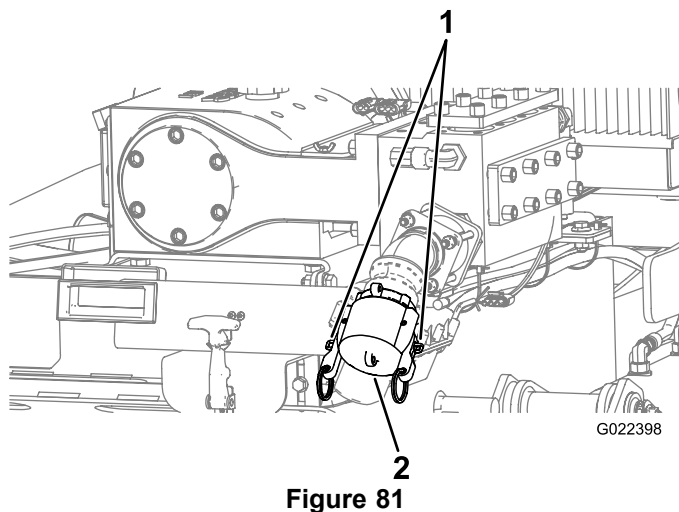

Figure 81
1. Levez les leviers de verrouillage à came sur le bouchon d'entrée de la pompe et déposez le bouchon (Figure 81).